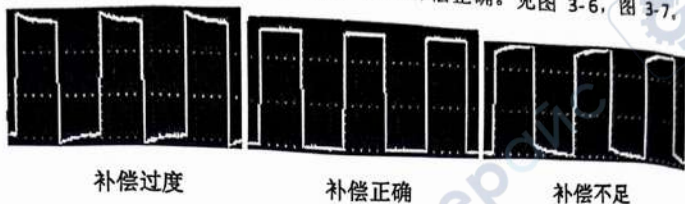
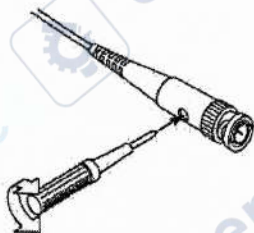

图 3-6：探头补偿显示波形
图 3-7：探头调整
2、检查所显示的波形，调节探头，直到补偿正确。见图 3-6，图 3-7。